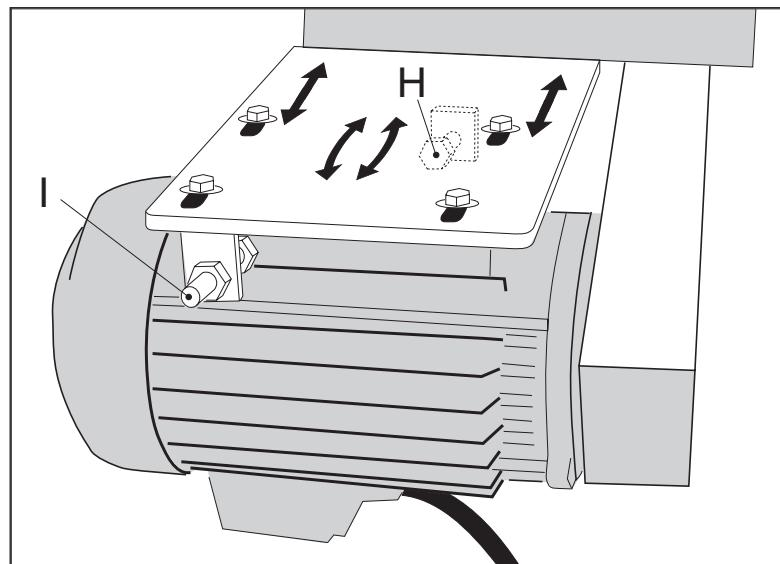

Fig. 14
- Kileremmer strammes ved at motorens festeskruer løsnes. Skruen **H** brukes for å stramme/slakke kileremmene, og skruen **I** brukes for å justere motorens vinkel i forhold til kileremmene. Se fig. 14.